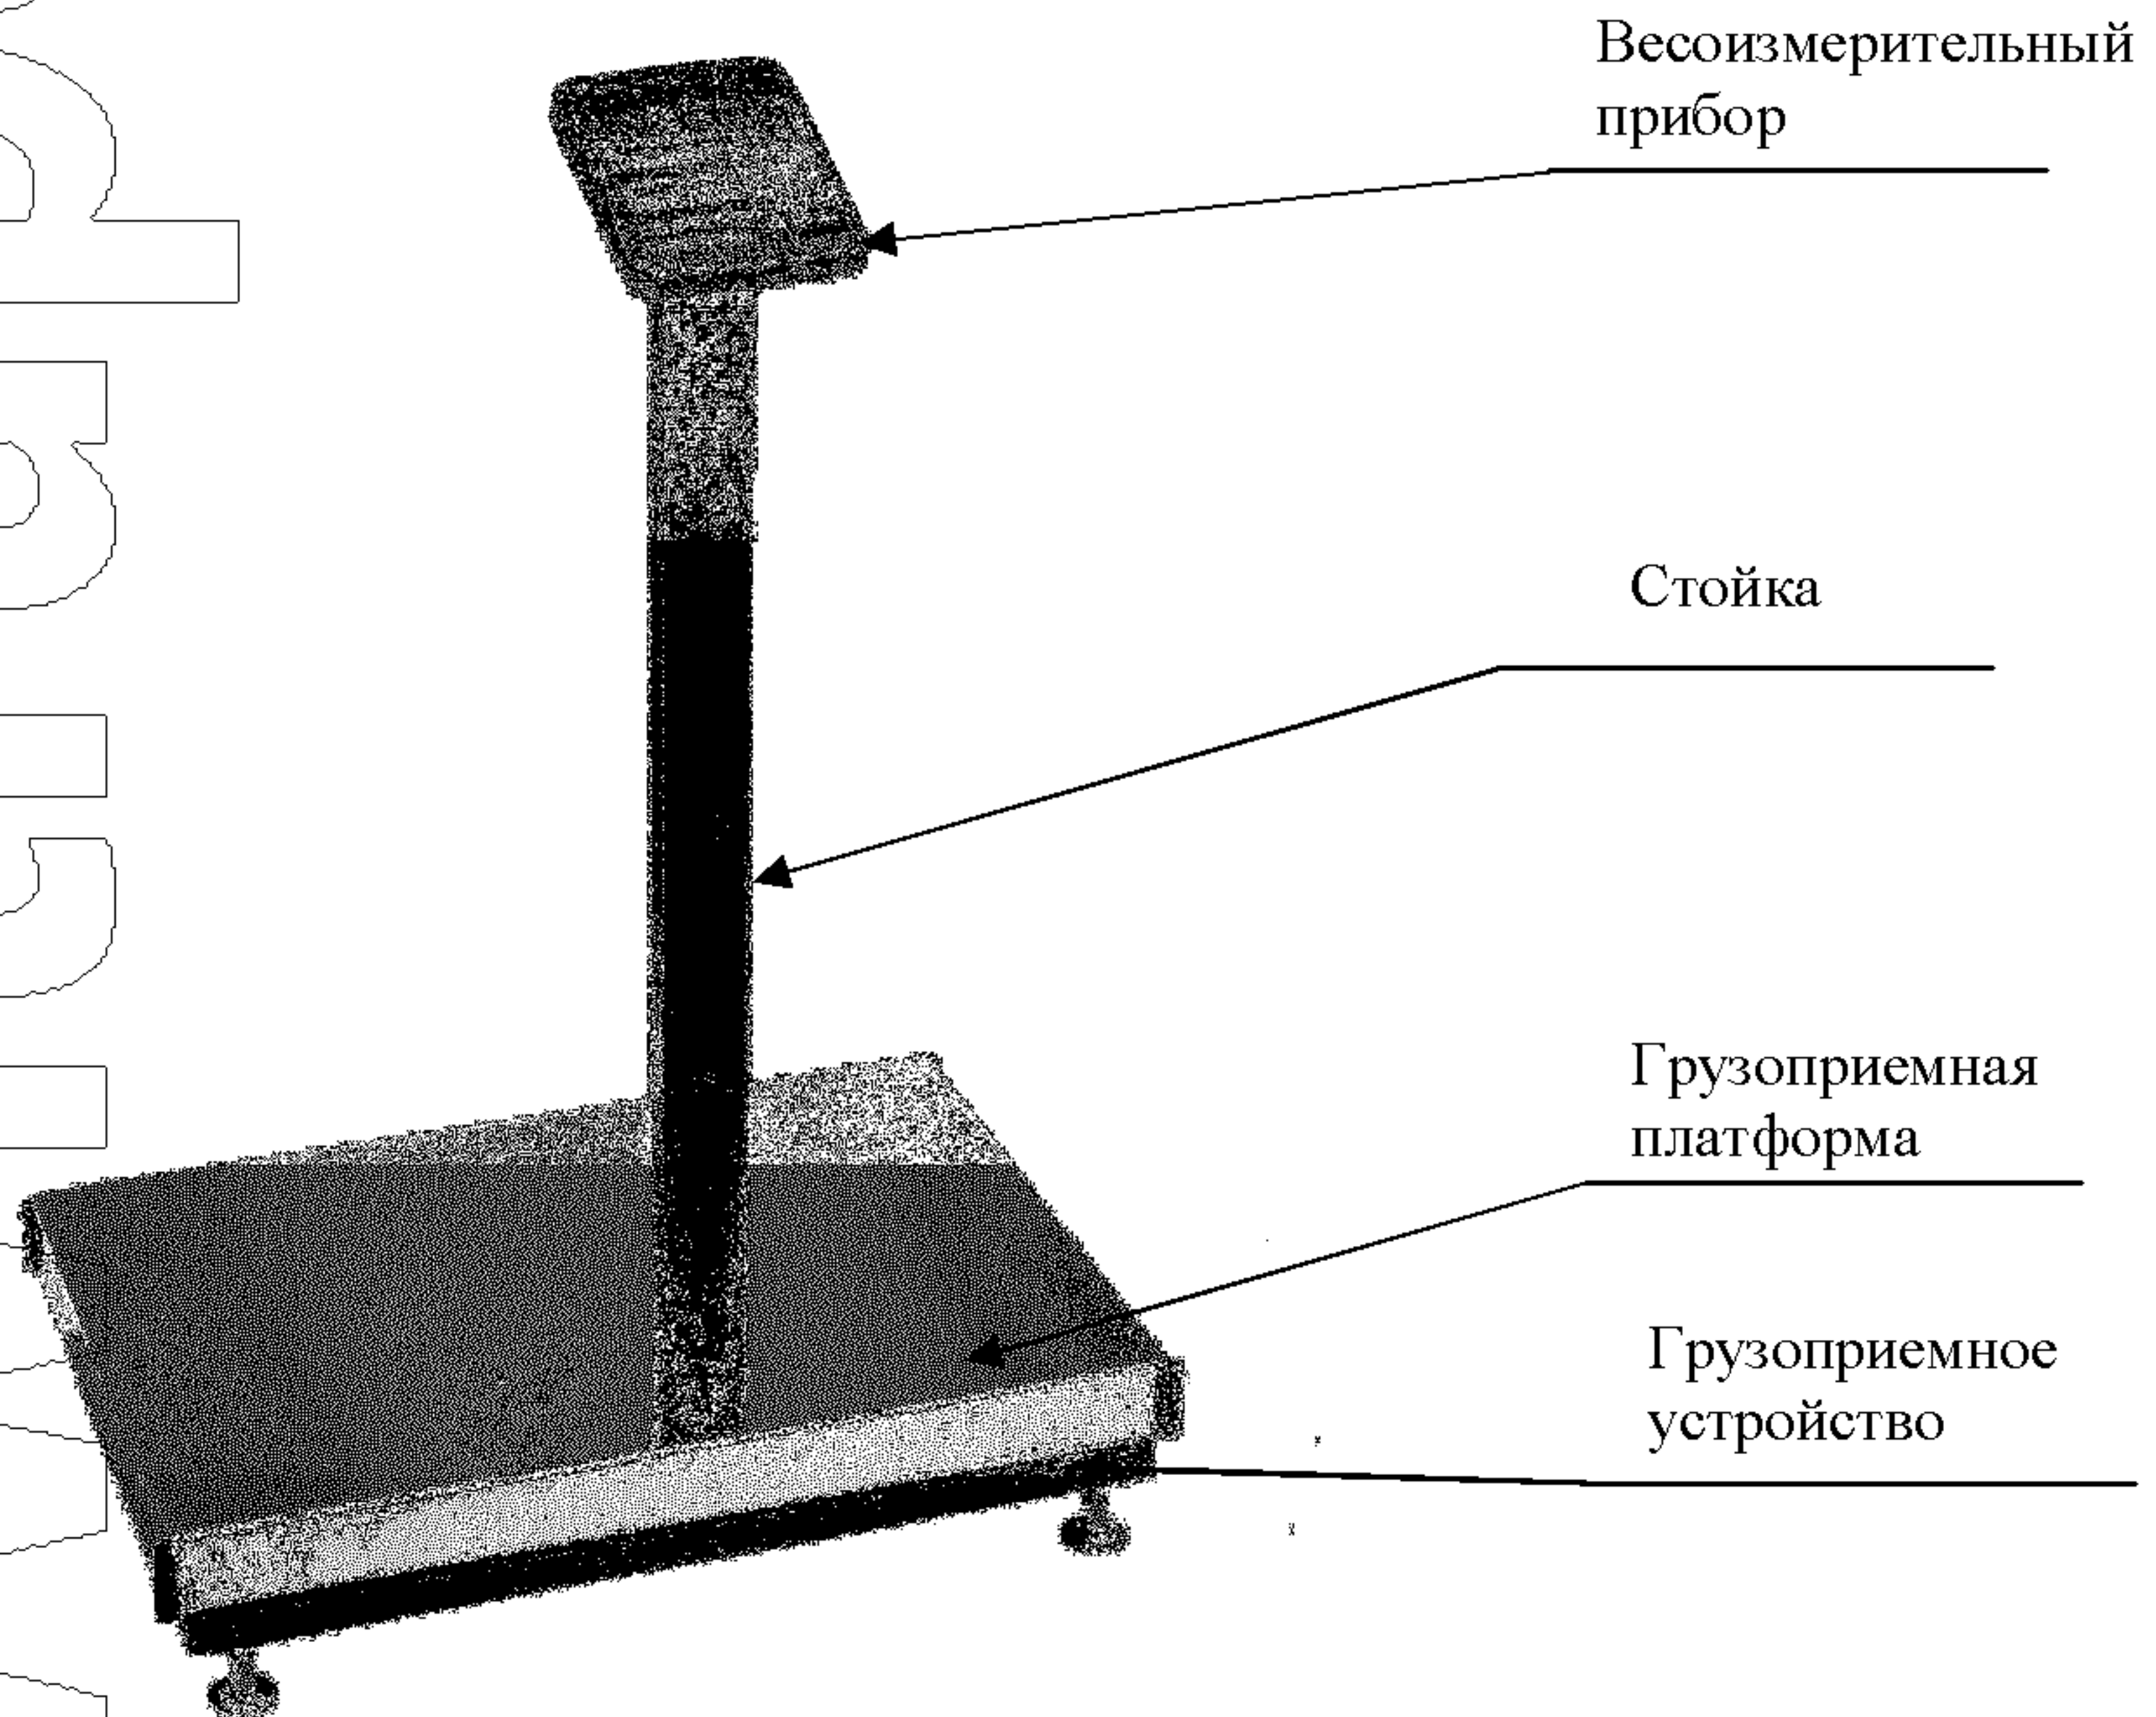

Рисунок 1 – Весы ПВМ-3/150-Т. Состав весов
3.1. Весы состоят из грузоприемного устройства с весоизмерительным датчиком, грузоприемной платформы и весоизмерительного прибора, размещенного на отдельной стойке, крепящейся к корпусу весов (рисунок 1) или любой горизонтальной поверхности.